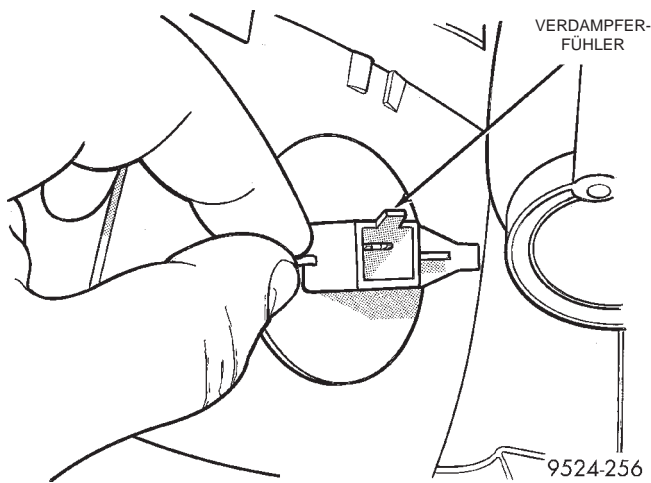

Abb. 84 Verdampferfühler
(14) Mit einem flachen Werkzeug die Haltenase der Abdeckung des Verdampferfühlers lösen (Abb. 84). Abdeckung des Verdampferfühlers um 90° nach rechts drehen.